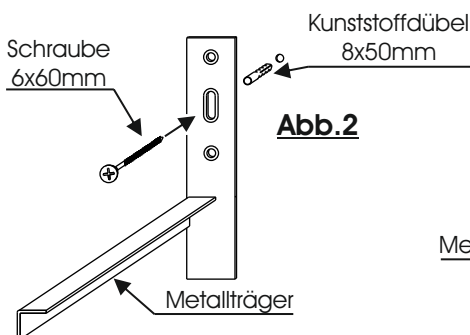

Abb.2
- Bohren Sie die Montagelöcher mit einem 8mm Bohrer und montieren den Metallträger zunächst je mit einem 8mm Kunststoffdübel und einer 6x60mm Schraube. (Abb.2)